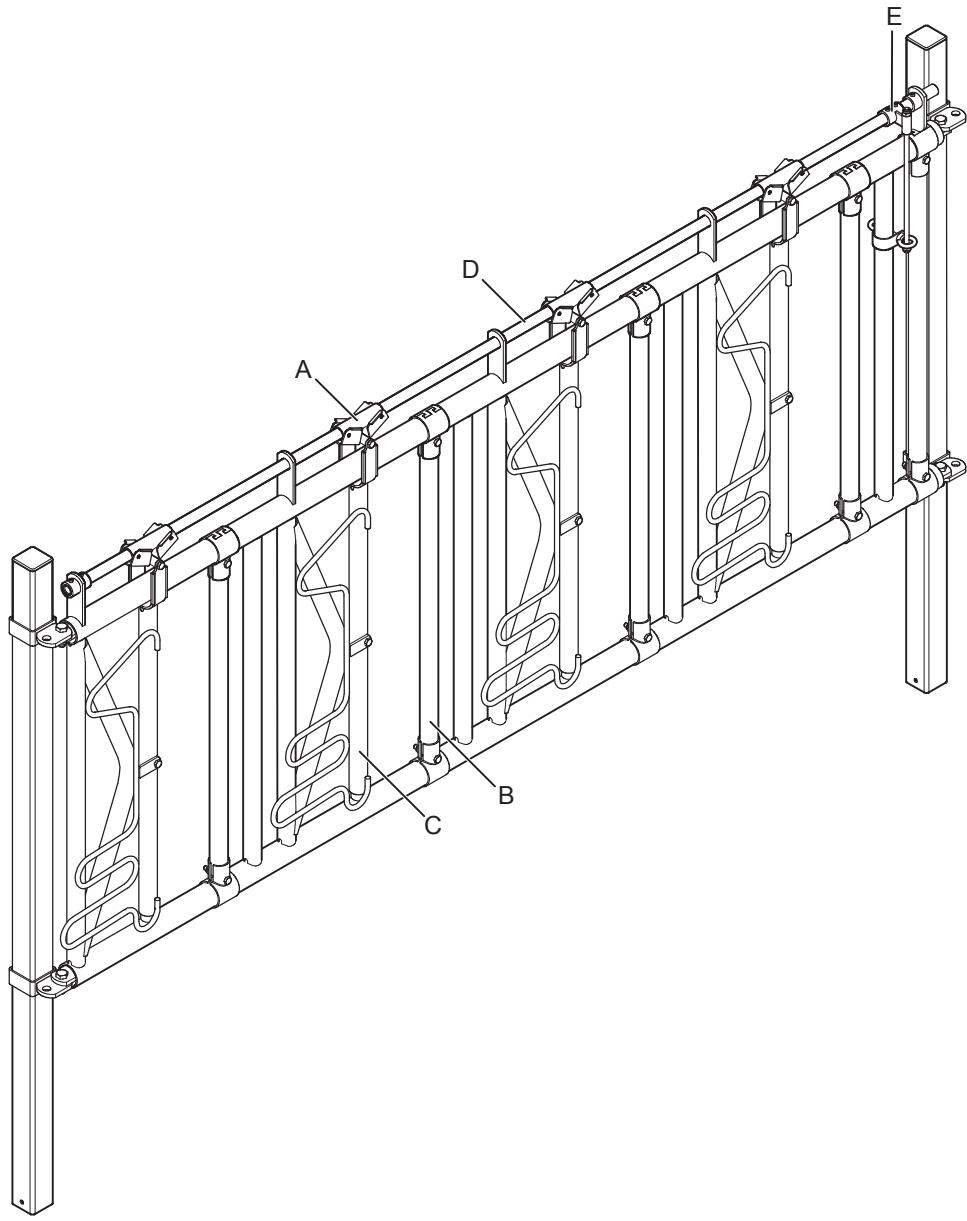

Fig. 2: DeLaval sikkerhetsfangfront HLS50 oversikt.
- En standardversjon der låseinnretningen (A), det justerbare røret (B), det dreibare røret (C), kontrollrøret (D) og kontrollenheten (E) må monteres på gården. Kontrollrøret (D) og kontrollenheten (E) må bestilles separat (se Fig. 2).
- En versjon der alt er ferdig montert og der kontrollrøret (D) og kontrollenheten (E) er inkludert (se Fig. 2).
Hvis styringsenheten (C) står i åpen posisjon, vil det dreibare røret (B) bevege seg fritt mellom de tre posisjonene (1), (2) og (3). Se Fig. 2. Kyrne kan gå inn og forlate førbrettet frivillig.
- Det dreibare røret er i posisjon (1) når ingen kyr spiser i denne åpningen.
- Hvis ei ku spiser fra åpningen, blir det dreibare røret trykt i posisjon (2) eller (3).
- Hvis ei ku faller eller legger seg ned, kan det dreibare røret vrис til posisjon (3), slik at kua får nok plass til å forlate fangfronten.